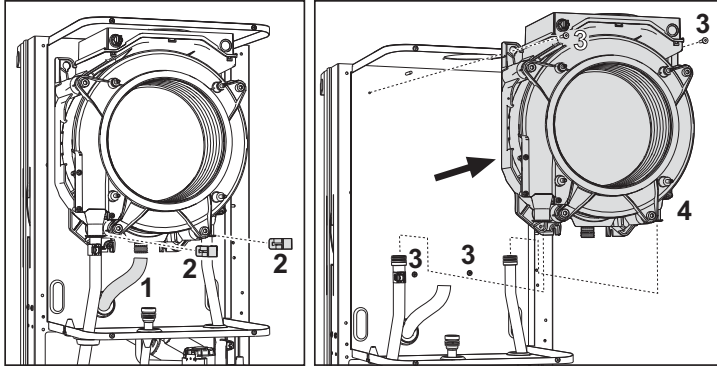

fig. 34 - Scambiatore principale
- Togliere le 2 viti superiori "3" di fissaggio scambiatore al telaio (fig. 34)
- Allentare le 2 viti inferiori "3" di fissaggio scambiatore al telaio (fig. 34)